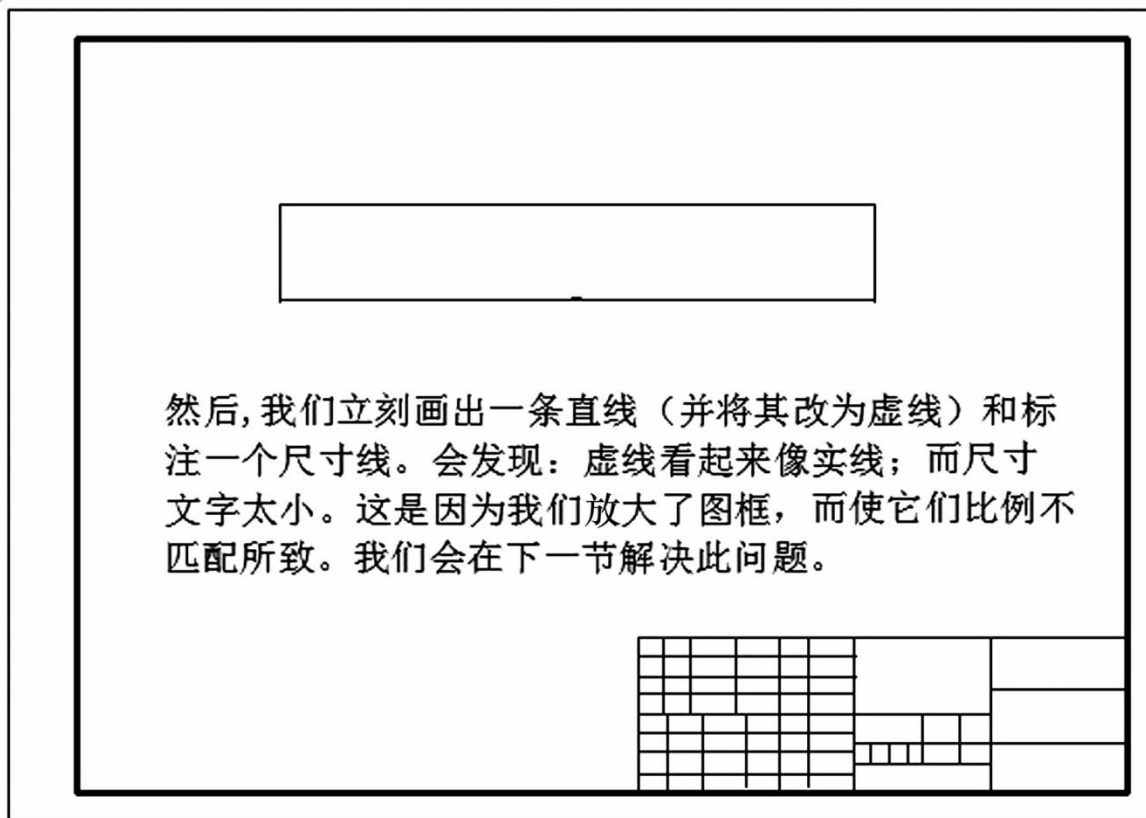

图 1-41 调用 A1 图框样板文件的初步结果
(4) 放大图框后，请再选取图 1-41 所示的 ZOOM 命令中“范围”选项来看到整个画面。这时，对初学者来说，如图 1-41 所示，放大前后的图面简直一模一样（因为屏幕还是这么大），难怪很多初学者搞不清楚。唯有当您移动光标时，屏幕左下角的坐标变动的数字加大了，可以为我们刚才的动作留下见证。